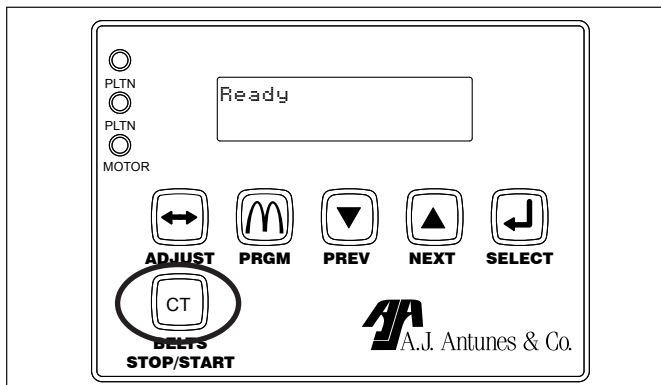
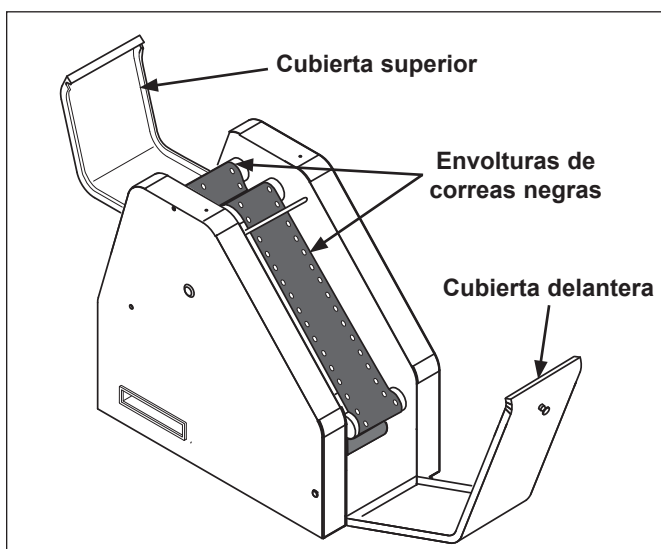

Figura 7. Botón de inicio/parada de correas (Botón CT)
Figura 8. Acceso a las envolturas de correas
NOTA: Las envolturas de correas continuarán girando durante el periodo de enfriamiento. Esto es normal. Será necesario detener las correas para limpiarlas. Para hacerlo, oprima el botón BELTS START/STOP [inicio/parada correas]. Oprima de nuevo el botón BELTS START/STOP [inicio/parada correas] para reanudar la rotación de correas (Figura 7).
1. Abra la cubierta delantera y la cubierta superior (Figura 8). Oprima **CT** (Figura 7) para impedir provisoriamente que giren las envolturas de correas.
5. Abra la cubierta delantera y la cubierta superior (Figura 8).